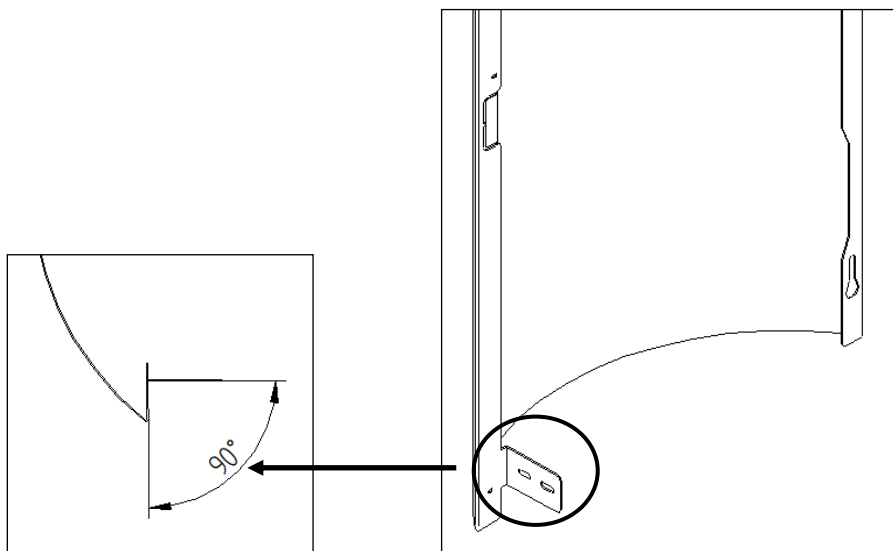

Figura 39 - Ângulo da patilha inferior
e) De seguida para encaixar as capas laterais, deve em primeiro lugar dobrar a patilha como se indica na Figura 39 de forma a garantir que fique com um ângulo inferior a 90°.